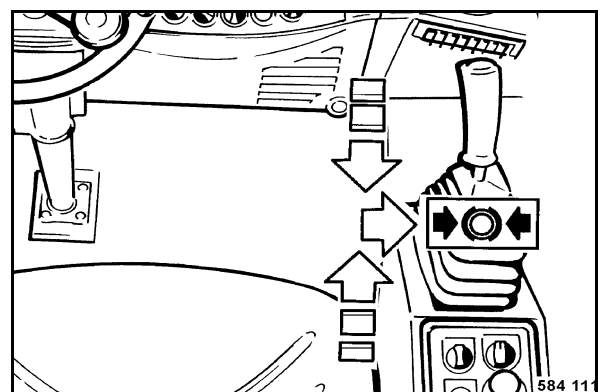

fig. 46
- Vérifier si le levier de commande de la marche (fig. 46) est encranté vers la droite sur position de freinage.